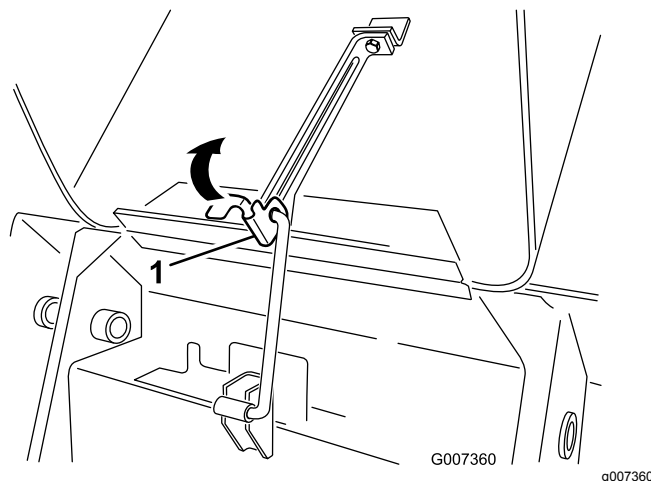

Рисунок 25
1. Приподнимите лапку, которая крепит подпорную штангу (Рисунок 25)